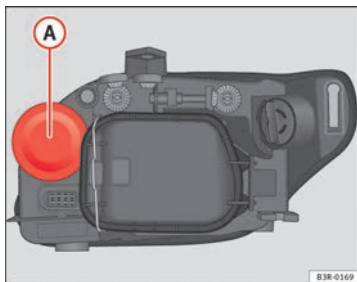

Abb. 202 Glühlampe für Blinker
- Nehmen Sie die Gummikappe ⇒ Abb. 202 durch Ziehen ab.